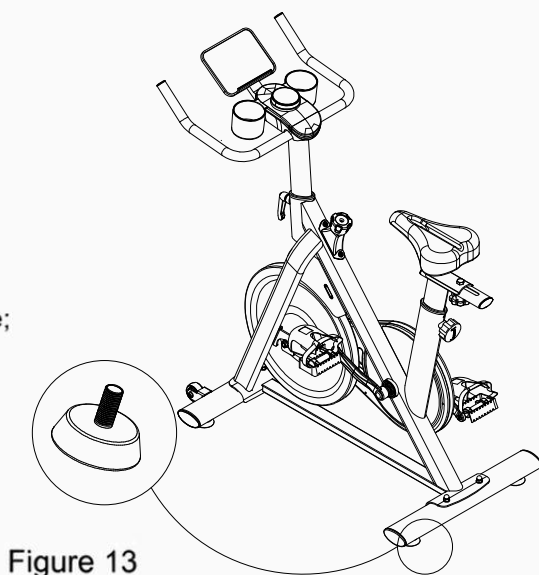

Figure 13
13. Une fois l'assemblage terminé, ajustez les pieds de mise à niveau manuellement par une légère rotation si l'équipement est instable; reportez-vous à la figure 13.